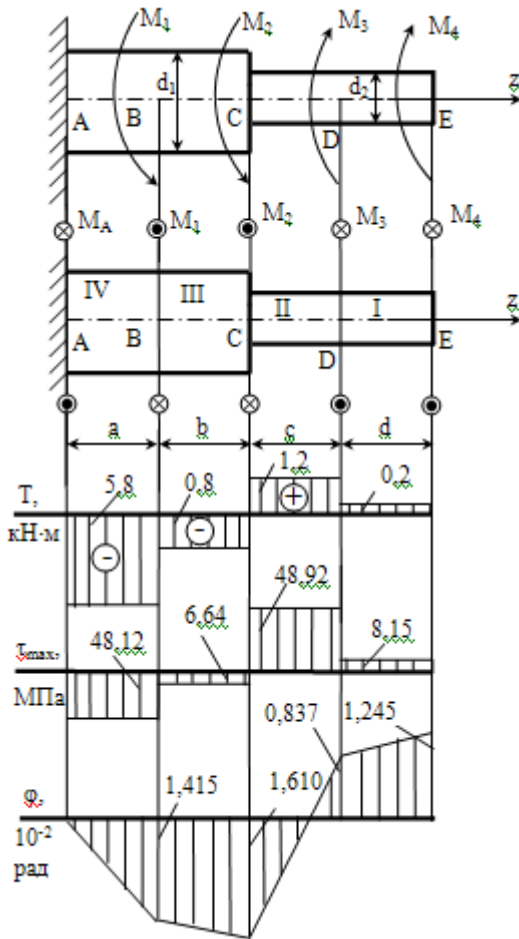

Рисунок 4.3
1. Строим эпюру крутящих моментов (рисунок 4.3)
3. Строим эпюру действительных (максимальных) касательных напряжений (рисунок 4.3)
4. Строим эпюру углов закручивания φ (рисунок 4.3)